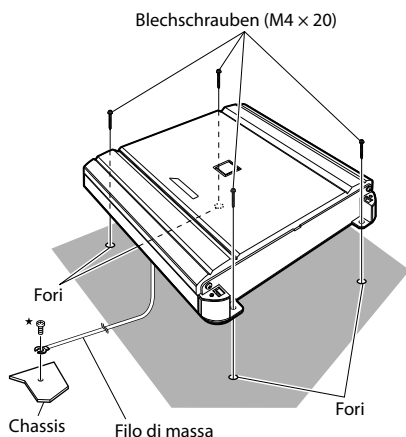

Fig. 1
4. Tenete il MRV-V500 appoggiato ai fori delle viti e fissatelo con quattro viti autofilettanti. (Fig. 1)